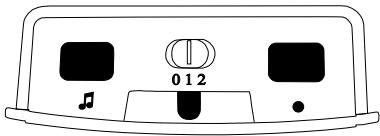

Abbildung 2: »signolux« Oberseite
Mit Hilfe des Signalwahl-Schiebeschalters (in Abb.2 „**0 1 2**“) können Sie die Art der Signalisierung wählen.
- a) Halten Sie die Taste »●« (Abb. 2) lange gedrückt. Die Symbole leuchten nacheinander auf. Lassen Sie die Taste los, sobald das gewünschte Symbol aufleuchtet.